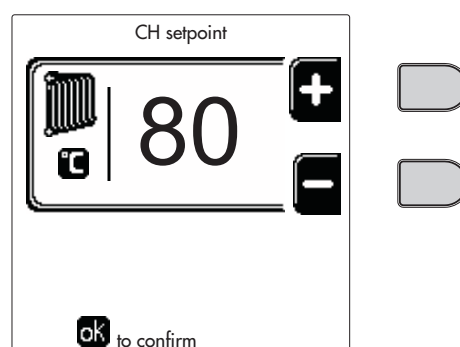
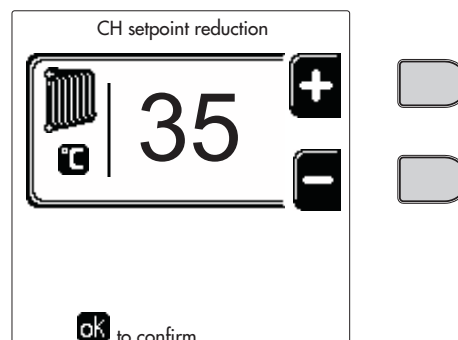
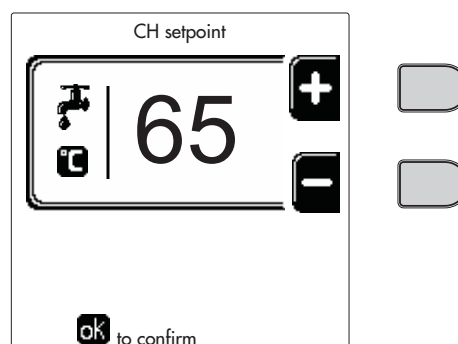
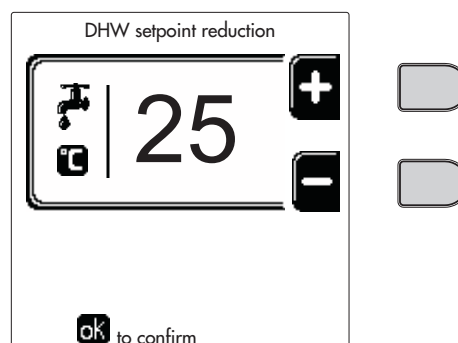

fig. 13
fig. 14
fig. 15
fig. 16
- **ON**. În caz de cerere Încălzire/Apă caldă menajeră, centrala funcționează la Temperatura de reglare Încălzire/Apă caldă menajeră (fig. 13/fig. 15) setată.
- **re**. În caz de cerere Încălzire/Apă caldă menajeră, centrala funcționează la Temperatura de reglare redusă. Temperatura Redusă se obține scăzând valoarea Temperaturii de reglare reducere (fig. 14/fig. 16) din Temperatura de reglare Încălzire/Apă caldă menajeră (fig. 13/fig. 15) setată.